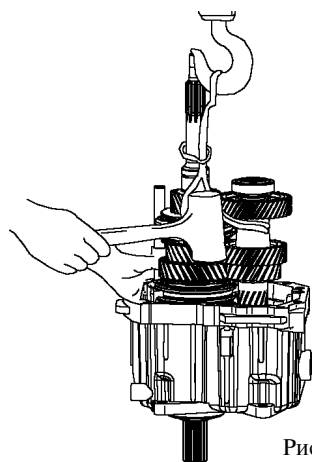

Рис. 6.14. Демонтаж валов
-для упрощения демонтажа закрепите вторичный вал, промежуточный вал и вал переключения передач веревкой или ремнем и подвесьте (рис. 6.14);
13. После нагревания произведите демонтаж валов, слегка ударяя по заднему картеру резиновым молотком (см. рис. 6.14).